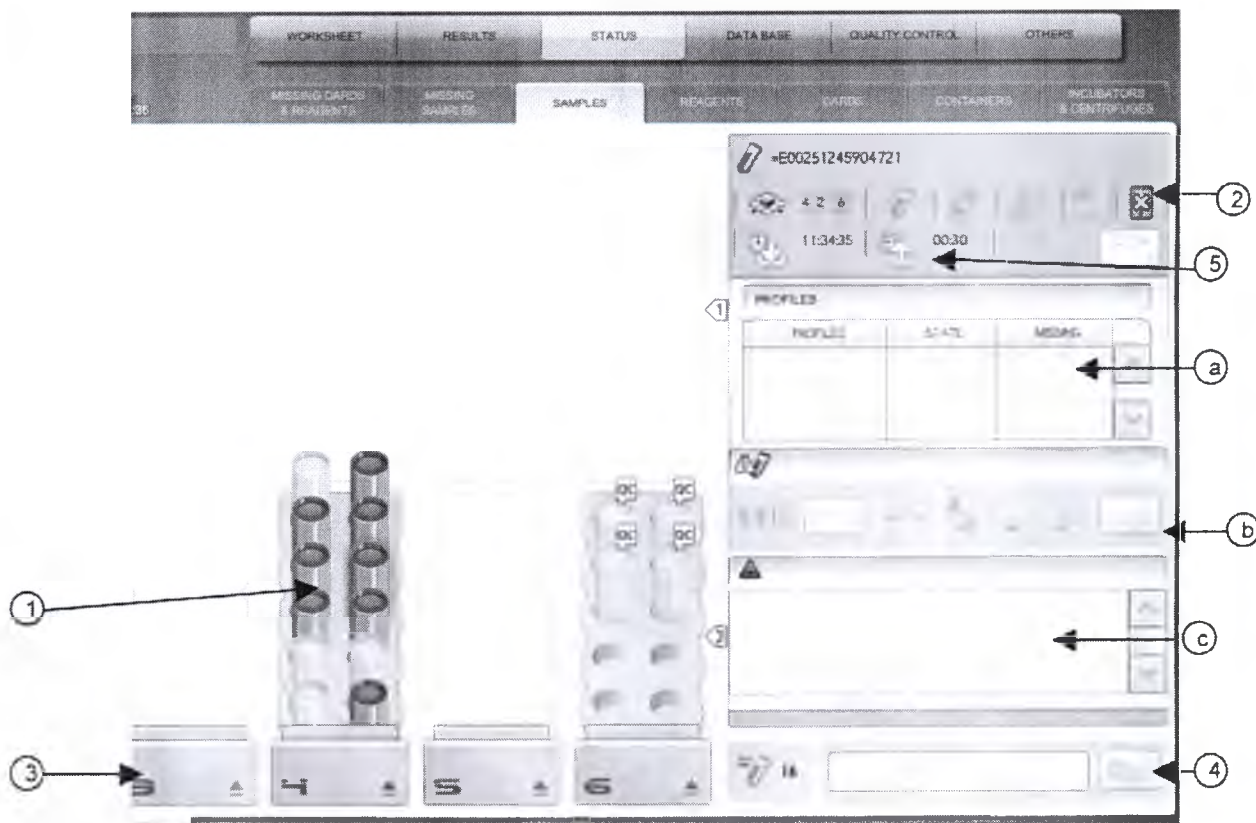

Рисунок 13: Обзор диаграммы **State > Samples** (Состояние > Образцы)
Для получения более подробной информации об образцах, нажмите вкладку **State > Samples** (Состояние > Образцы); (ссылка (3), рисунок 7). Программа анализатора Erytra отобразит подробную диаграмму всех образцов, загруженных в анализатор (Рисунок 13).
- Красный:  указывает, что с образцом произошёл некий инцидент (ошибка) (см. ссылку (2), рисунок 13). Смотрите подробную информацию о каждом образце с данными о статусе профилей в режиме обработки (а), ошибки и результаты (с) и ошибки, связанные с образцами (b).)
Чтобы получить более подробную информацию о любом из образцов, загруженном в анализатор, выберите образец. В правой части экрана (ссылка (2), рисунок 13) отображается информация, связанная с этим образцом: идентификация пациента, тип пробирок, состояние запрограммированных профилей, время помещения образца в анализатор, информация об ошибках результата, и т.д.).
- Вкладка **Go to samples** (Обратитесь к образцам), предоставляет доступ к мониторингу образцов (ссылка (1), рисунок 13), где образец, который не был идентифицирован во время считывания штрихового кода, будет выделен красным. Для решения проблемы, откройте выдвижную секцию, содержащий неопознанную пробирку с образцами,